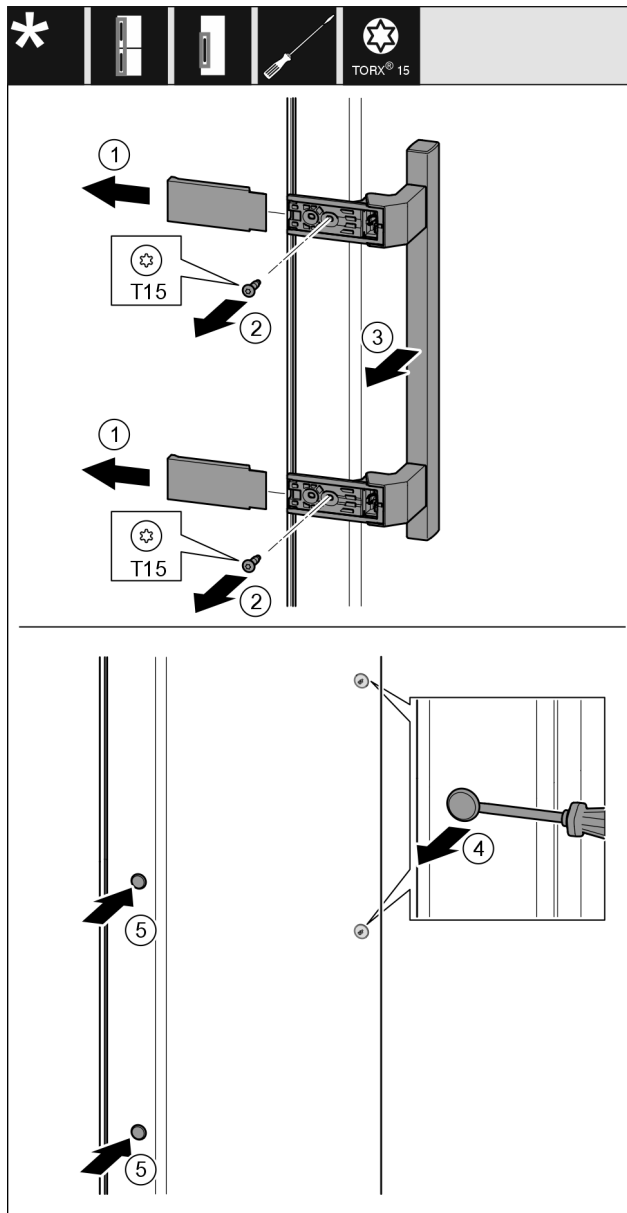

Fig. 19
- Зніміть кришку Fig. 19 (1).
- Викрутіть гвинти Fig. 19 (2) за допомогою викрутки.
- Зніміть ручку Fig. 19 (3).
- За допомогою шліцевої викрутки обережно підійміть та витягніть бокові пробки Fig. 19 (4).
- Знову вставте пробки Fig. 19 (5) з іншого боку.